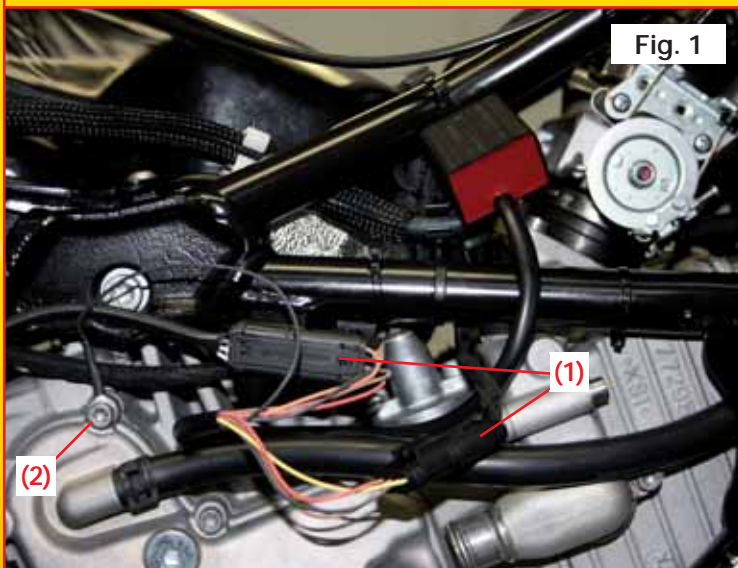

Fig. 1
- Separare i due connettori (1) e interporre l'O₂ controller (Fig. 1).
- Disconnect the connector (1) and insert, into the circuit, the O₂ controller (Fig. 1).
- Déconnecter les deux connecteurs (1) et y insérer l'O₂ controller (Fig. 1).
collegare l'occhiello di massa (2) come indicato in Fig. 1.
screw the ground ring terminal (2) as shown in Fig. 1.
connecter le fil de masse (2) comme indiquée dans la Fig. 1.